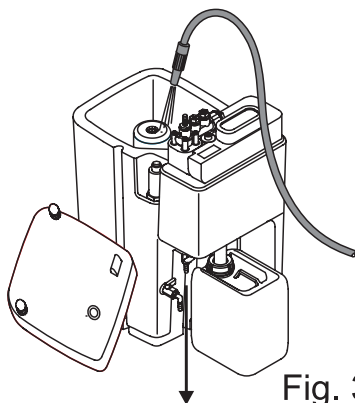

Fig. 3
- Wasser in Hauptbehälter einfüllen (Fig. 3)
- Ggfs. Frischwasser nachfüllen (Fig. 3)